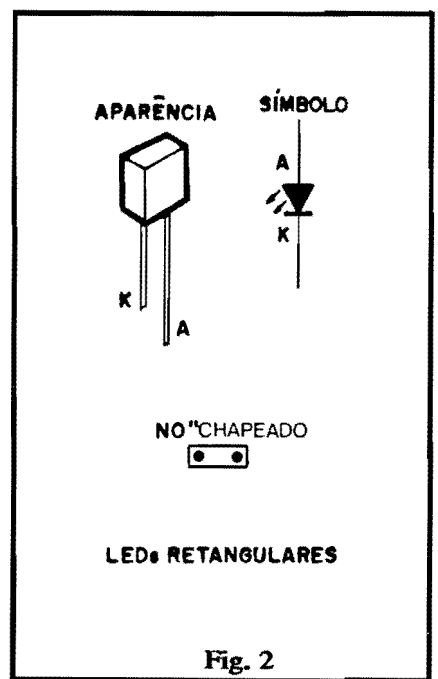

Fig. 2
Antes de entrarmos no detalhamento visual das instruções de montagem, é importante que o Leitor observe a fig. 2, na qual mostramos a especial codificação estilizada, adotada excepcionalmente para representar os LEDs retangulares no "chapeado" do COGIBA. No desenho vemos a aparência, o símbolo (com identificação de terminais) e a estilização, devendo o Leitor notar que nesta, o terminal de **catodo** (K) é referenciado por um tracinho "extra" junto à respectiva lateral menor do retângulo representativo...